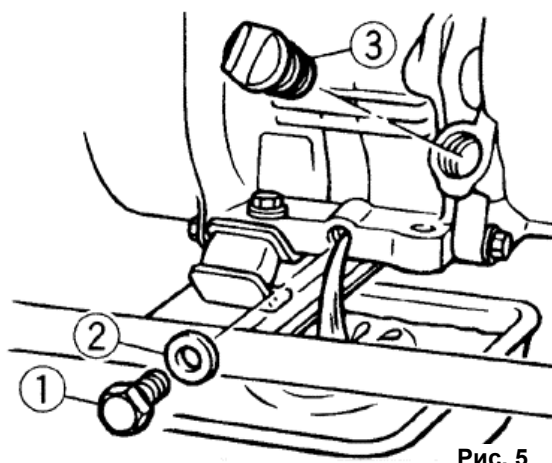

Рис. 5
- Очистите поверхность около сливной пробки (1) (См. Рис.5).
- Отверните сливную пробку (1) (См. Рис.5) и слейте масло.
- Проверьте состояние прокладки сливной пробки (2). При необходимости замените прокладку.